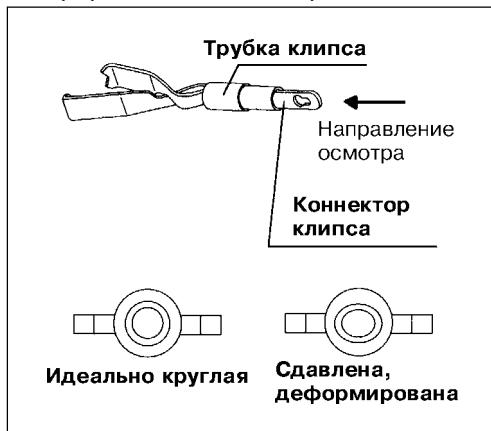

Рис. 3.3.
1. Внимательно осмотрите клипс в направлении, показанном на рис. 3.3, и убедитесь в отсутствии деформаций коннектора клипса со стороны трубы.